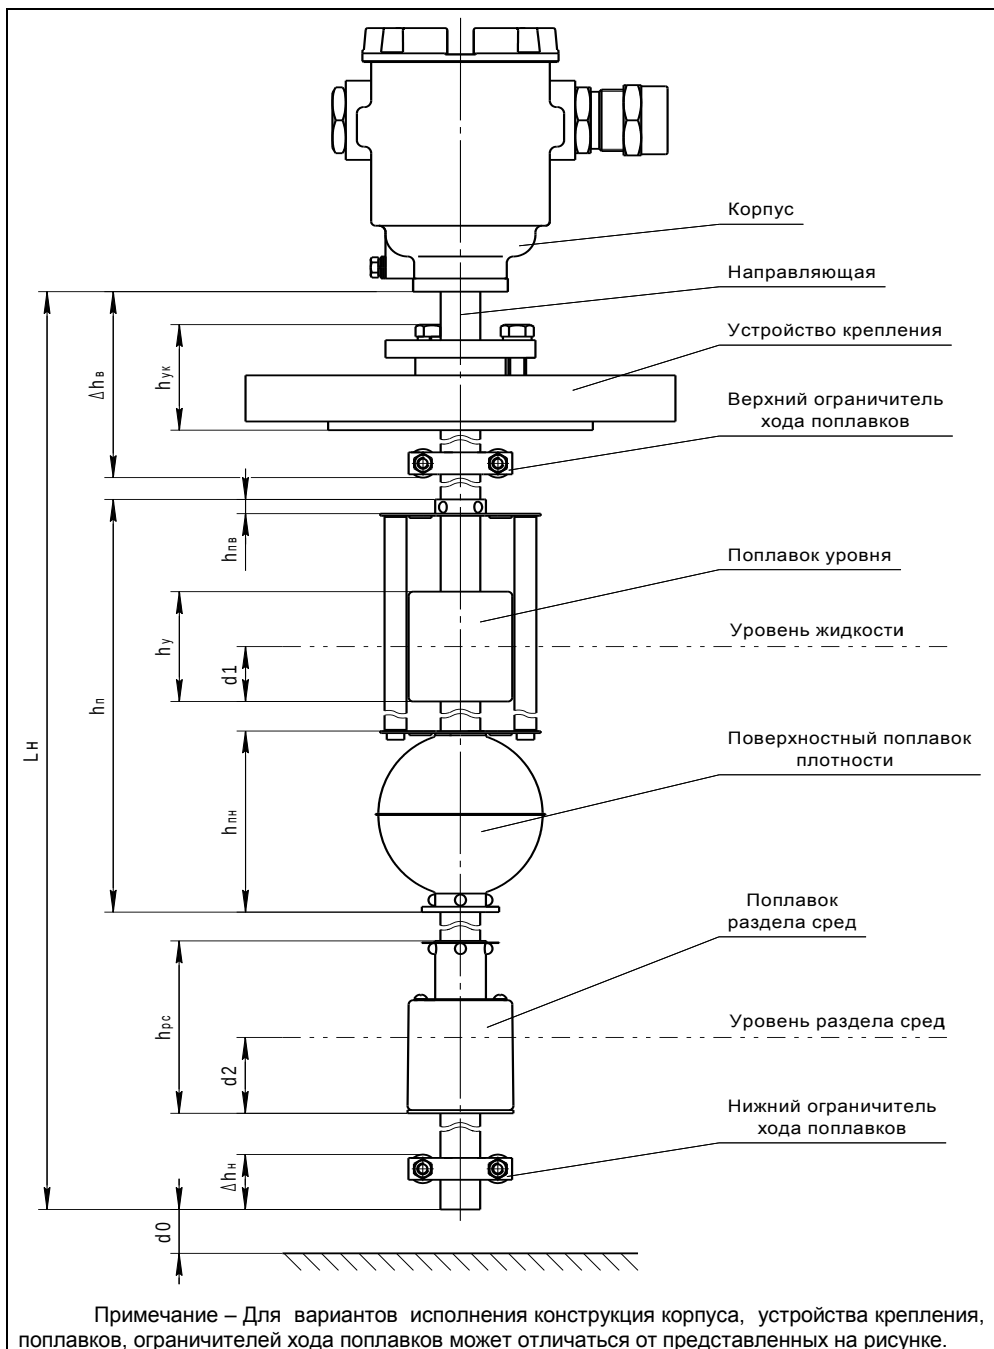

Рисунок 1
1.2.3 Нижний предел измерений уровня H_н для всех преобразователей, кроме преобразователей с погружным поплавком плотности и преобразователей с совмещенным поплавком плотности и раздела сред, определяется по формуле, мм (см. рисунок 1):